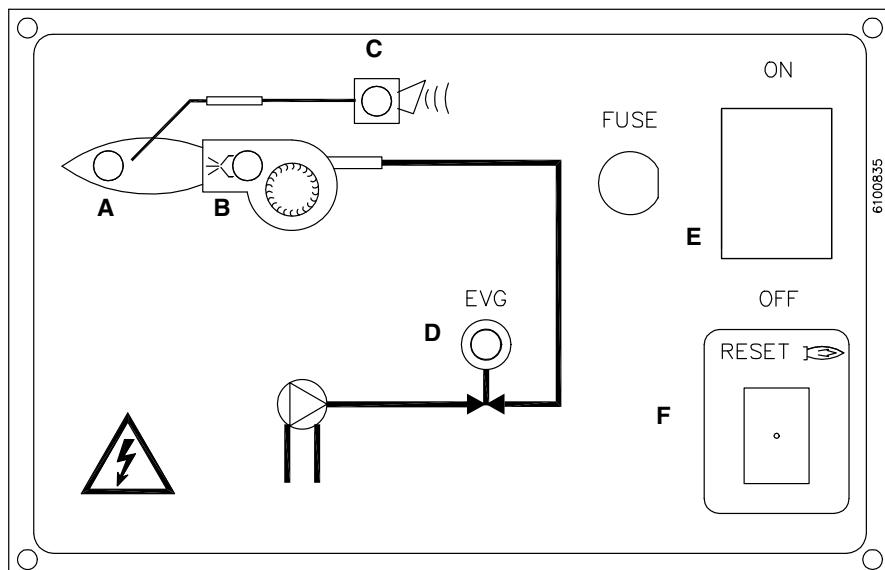

Fig. 19 - Quemadores de 1 etapa
- Controle que la caja de control de la llama no se encuentre en la posición de bloqueo (luz indicadora C encendida), de ser necesario, desbloquéela mediante el botón de desbloqueo (F en la Fig. 19), en el cuadro frontal del quemador.